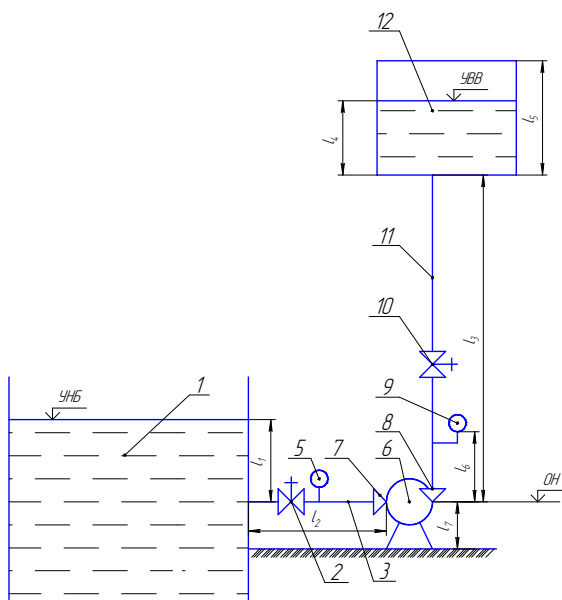

Рис. 1 Схема насосной установки
4. Определить напор, создаваемый насосом (рис. 1), если показание прибора 5 ($1,5 \text{ кгс/см}^2$), а прибора 9 ($8,8 \text{ атм}$). Насос работает с производительностью $1200 \text{ м}^3/\text{час}$. Диаметр всасывающего трубопровода 600 мм , напорного 500 мм . Расстояние между точками замеров давления ($0,5 \text{ м}$).